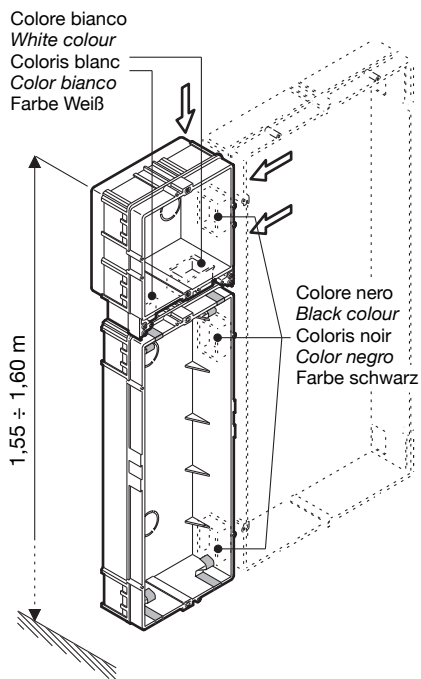

Fig. 1
Nel caso di abbinamento di 2 o più pulsantiere, accoppiare le scatole incasso tramite i distanziali passacavo di colore **nero** forniti a corredo delle pulsantiere a 2 file senza posto esterno (fig. 1 e 2).
2. Murare a filo muro le scatole incasso, curando che il filo superiore della scatola incasso dell'unità di ripresa sia a $1,55 \div 1,60$ m da terra (fig. 1 e 2).